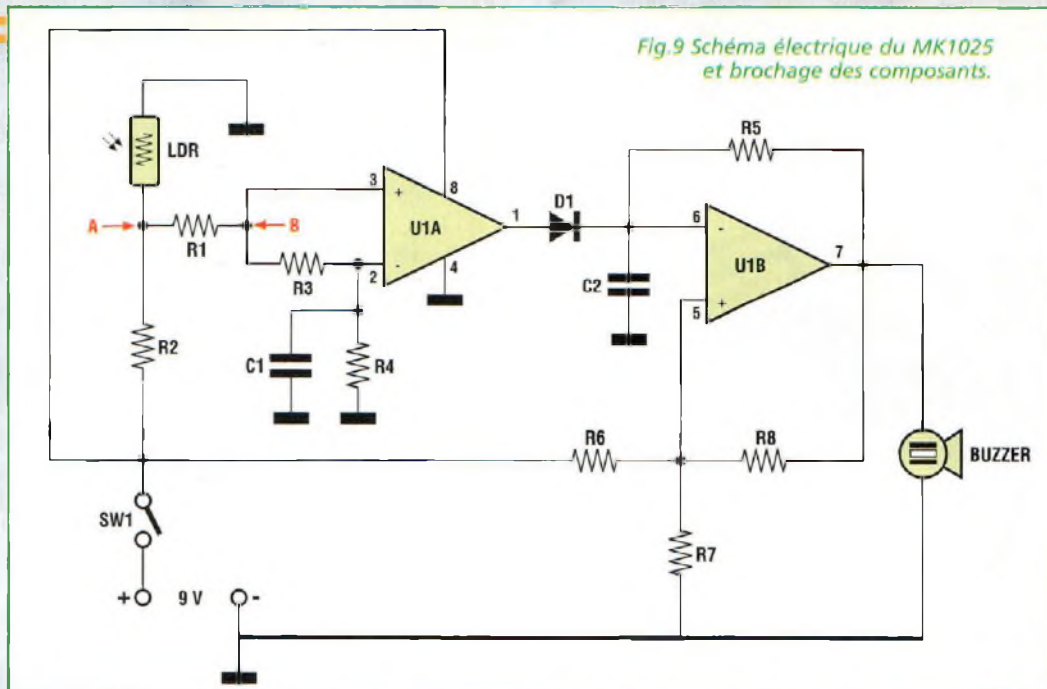

Fig.9 Schéma électrique du MK1025 et brochage des composants.
Le schéma électrique du MK1025 est reproduit en fig.9. La seconde partie du circuit est un oscillateur à environ 4 KHz qui exploite un ampli opérationnel (U1B), 4 résistances de 10 Kohms et un condensateur de 1,2 nF pour piloter le buzzer céramique. Cet oscillateur engendrant le bip est commandé par le signal présent sur la cathode de la diode D1 : en présence d'un signal haut, le buzzer fonctionne. Ce signal est également présent sur la sortie broche 1 du premier ampli opérationnel U1A. Le circuit formé par U1A mérite une attention particulière. Malgré sa simplicité, ce type de circuit, est rarement décrit dans les revues d'électronique et sur les livres consacrés aux amplificateurs opérationnels. Il joue un rôle très important dans les dispositifs sophistiqués, comme les systèmes de pointage automatiques, les variomètres ou les scanners télémétriques. Ce circuit très simple n'est autre qu'un C.N.D.D. (Continuous Negative Delta Detector). Pour étudier cette configuration, faisons abstraction de la résistance R4. Au point (A) est présente une certaine tension, dont la valeur peut être comprise entre 0 volt et 8/10 de la tension d'alimentation de U1. Tant que la tension sur (A) reste constante, la tension sur les broches d'entrées 2 et 3 de U1A reste identique. En effet le condensateur C1 se charge à une même valeur de tension que celle présente au point (B). Ainsi, la sortie broche 1 de U1A est à 0 volt. Une diminution de la valeur de tension